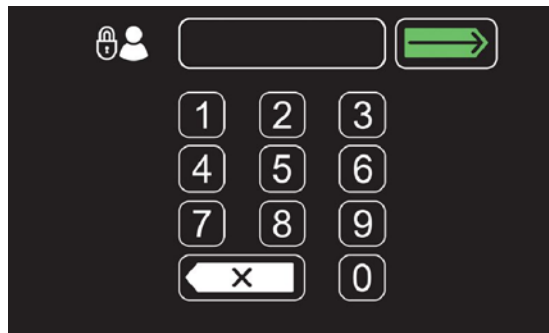

РИС. 148
9. В результате при запуске машины будет отображаться экран входа в систему (Рисунок 148). Для того, чтобы работать с машиной, новому пользователю потребуется ввести назначенный ему логин-пароль.